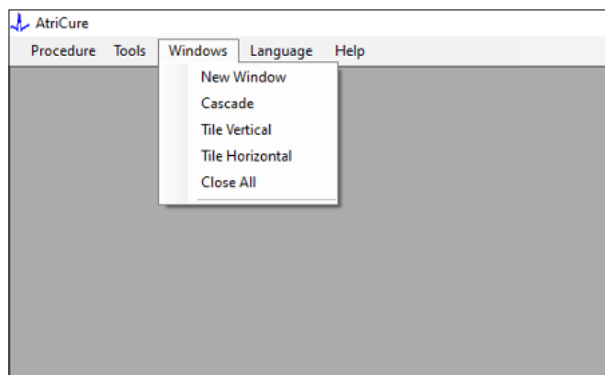

Figura 10: Opciones para ordenar ventanas en el software
3. Al seleccionar Ventanas se abre la siguiente ventana (consulte **Figura 10**):